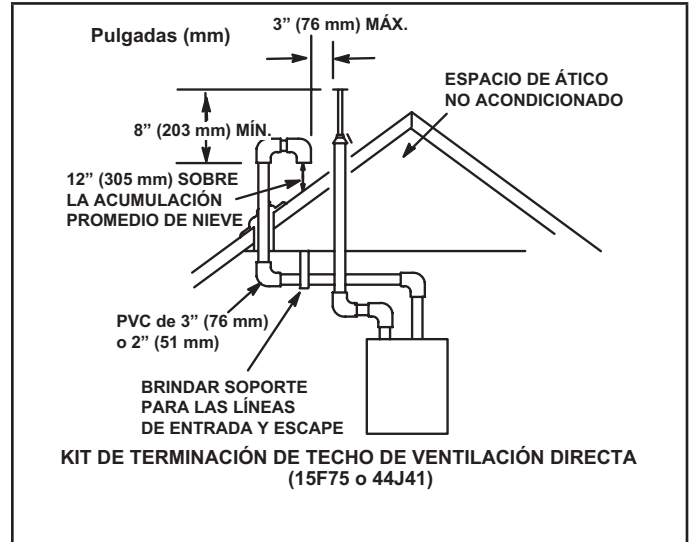

FIGURA 34
Las tuberías de entrada y de escape se pueden tender ya sea horizontalmente a través de una pared exterior o verticalmente a través del techo. En instalaciones en un ático o clóset, se prefiere la terminación vertical a través del techo. La FIGURA 34 a la FIGURA 41 muestran terminaciones típicas.
- 3 - En las terminaciones de techo, la tubería de entrada debe terminar recta hacia abajo usando dos codos de 90° (ver la FIGURA 34).